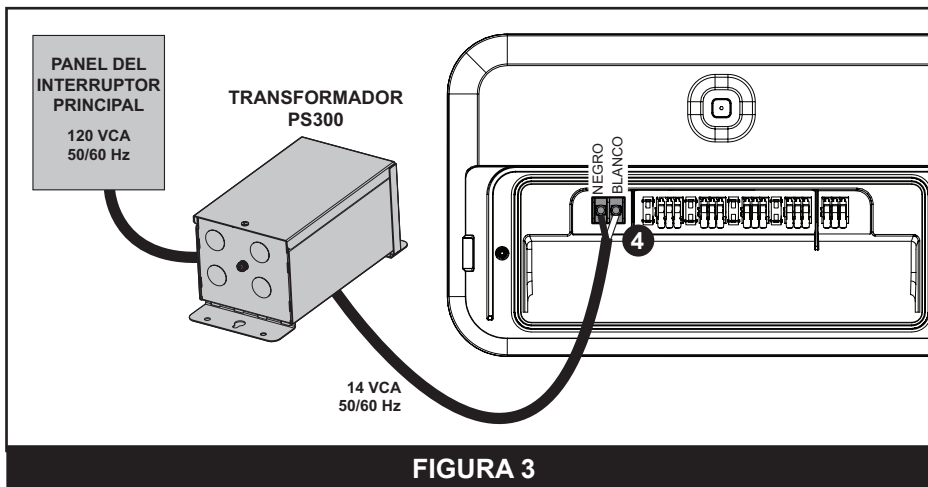

FIGURA 3
6. Conecte la alimentación al *Terminal de alimentación principal (4)* de acuerdo con la **FIGURA 3**.